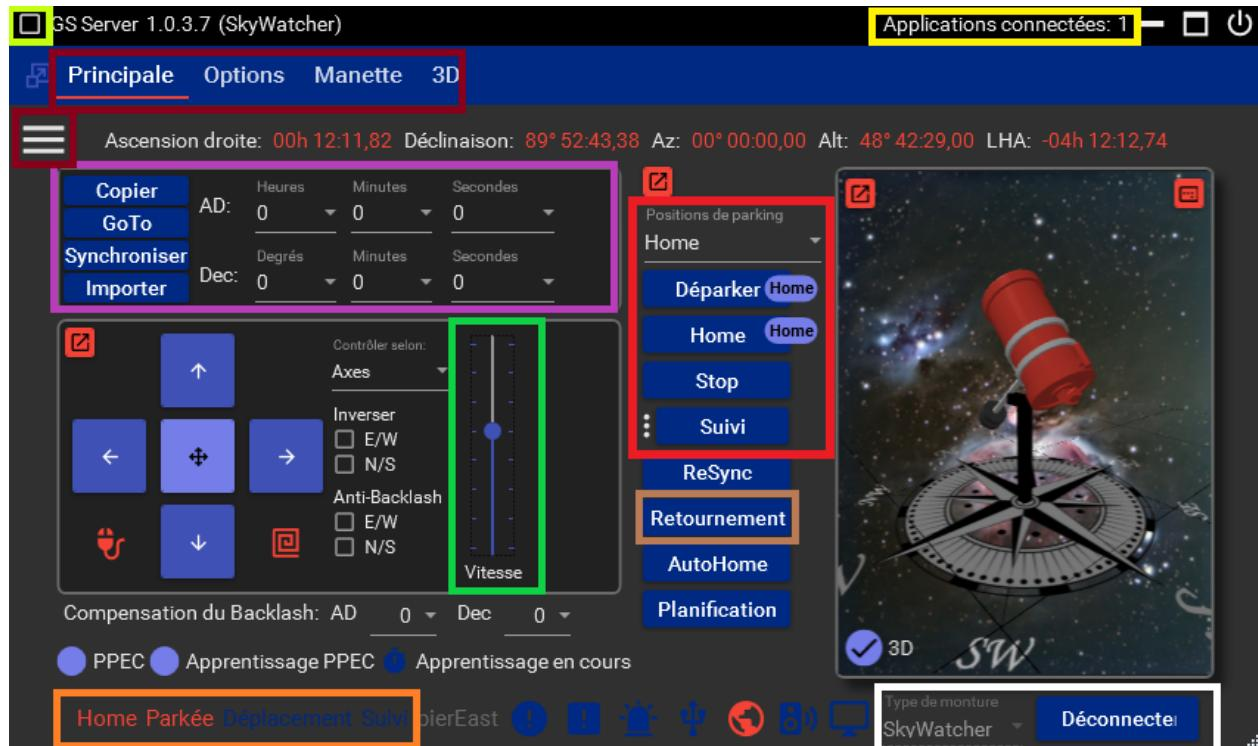

FIGURE 19 – Fenêtre principale de GS Server.
La barre verticale légendée «vitesse» vous indique sur quelle vitesse vous êtes voir figure 19. Avec «RB» vous passez en vitesse de suivi sidérale et «RT» en vitesse de suivi lunaire, vous pouvez voir laquelle est sélectionnée en cliquant sur les trois points verticaux à gauche du bouton «suivi» de GS Server voir figure 19.
- En bas à droite se trouve le bouton de connexion à la monture ainsi que le type de monture encadré en blanc sur la figure 19. Il en existe deux : SkyWatcher (la marque de notre monture) et Simulateur. Pour les observations il faut se mettre en monture «SkyWatcher». Le mode «Simulateur» est un télescope virtuel ce qui est très pratique pour faire des tests sans perturber les paramètres de la monture réelle
- À la gauche de cette fenêtre, encadré en rouge vif sur la figure 19 se trouvent les contrôles directs de la monture. La position de parking «Home» correspond au nord céleste, à côté de l'étoile polaire. Le bouton «Parker/Déparker» contrôle le parking de la monture. La bulle au dessus de ce bouton indique que le télescope est parké sur la position «Home». En effet, il existe plusieurs positions de parking.
- Le bouton «Retournement», encadré en marron clair sur la figure 19 va faire passer le tube optique de l'autre côté du pilier. **Il faut retourner la monture si les contre-poids sont plus hauts que le tube optique.**
- Au dessus, le cadre violet, toujours en figure 19 permet de diriger le télescope sur un set de coordonnées Ascension Droite -AD- et DEClinaison -DEC- paramétrable. Une fois les coordonnées rentrées, cliquer sur «GoTo».